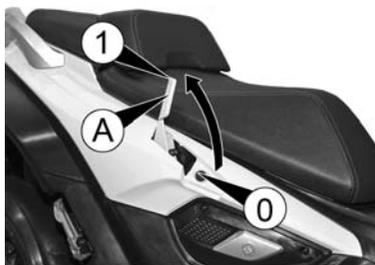

fig. 8
- abaissez le levier A fig. 8, en l'accompagnant sans jamais lâcher prise pendant toute l'opération, de la position 1 à la position 0.